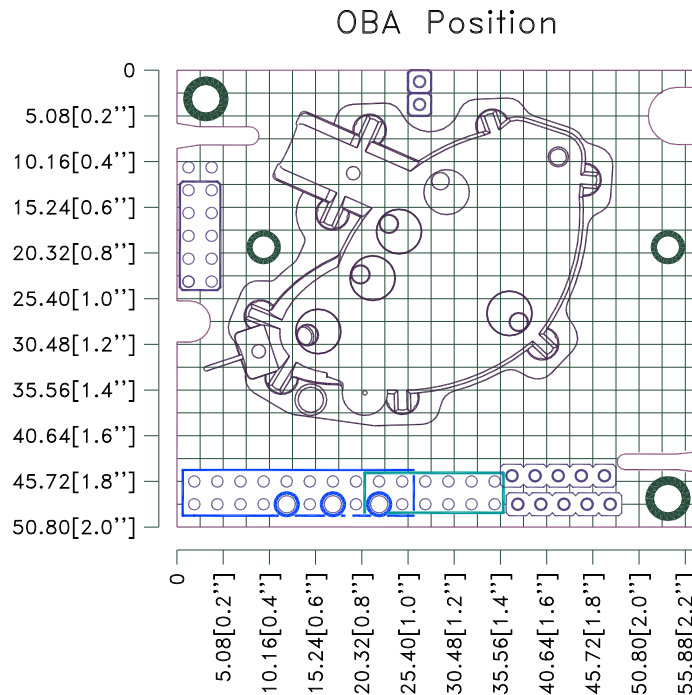

Figure 2: CO₂ Engine® K30 EQC のOBA(光学)セル位置
CO₂ Engine® K30 EQC のホストシステムへの接続には何通りかの方法があります (Figure 2 も参照して下さい)。
- 上部左コーナー側 (Figure 2 のようにIDCおよびエッジターミナルを下側にして) の二つのネジ止め箇所は“アナログ”グラウンドに接続されています。これらは、必要であれば、EMIシールドへの優先的な接続用として選択できます。これは通常、相対的に大きなEMFが予想されるアプリケーションにおいてのみ必要です。このオプションを使用する場合は、電源供給の電流を完全に排除するよう予防策をとらなければなりません。不安定なセンサ測定信号はシールドの必要性、あるいは不適切なシステムグラウンド (接地) の兆候です。